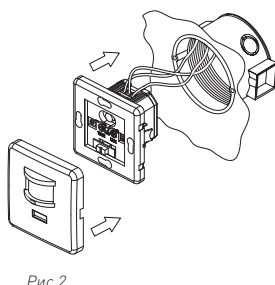

Рис.2
- Якщо ви хочете помістити датчик в круглий отвір, тоді вставте датчик в отвір і затягніть розширювальні болти [Рис. 2]. Якщо датчик необхідно помістити в квадратний отвір, тоді вставте його в отвір і закріпіть болтами через монтажні отвори [Рис. 3];